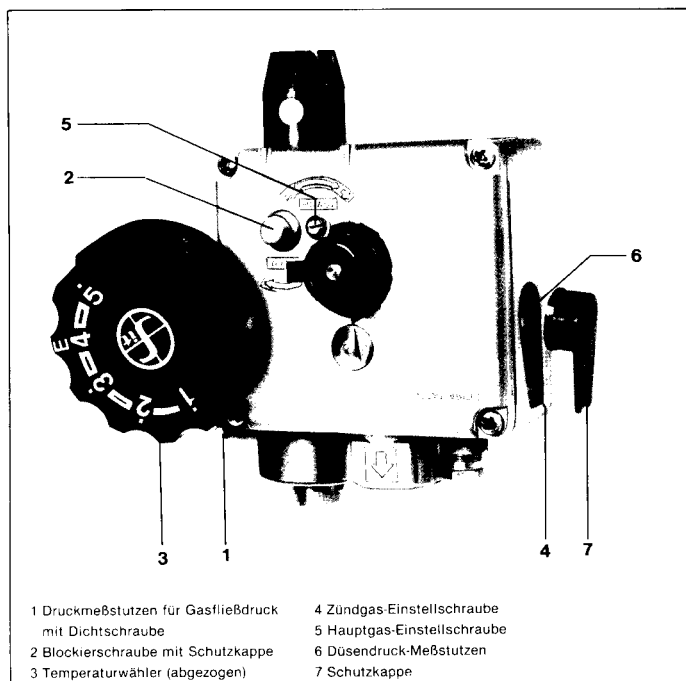

Abb. 5
- Entfernen Sie die Schutzkappe (siehe Bild 5, Pos. 7).
Ist dies nicht der Fall, so ist die Einstellung nach Abnahme der Schutzkappe (siehe Bild 5, Pos. 7) an der Zündgas-Einstellschraube 4 vorzunehmen:
- Abweichungen zwischen -5% und -10% : Durchflußmenge an der Hauptgas-Einstellschraube (siehe Bild 5, Pos. 5) nachstellen.
- Schutzkappe (siehe Bild 5, Pos. 7) wieder anbringen sowie den Temperaturwähler (3) aufstecken.
- Dichtschaube vor dem Druckmeßstutzen (siehe Bild 5, Pos. 1) lösen.
- U-Rohr-Manometer am Druckmeßstutzen (1) anschließen.
- Dichtschaube am Druckmeßstutzen (1) festdrehen.
- Hauptgas-Einstellschraube (5) versiegeln.
Temperaturwähler (Abb. 5, Pos. 3) und Schutzkappe (2) abziehen und Druckregler-Blockierschraube im Uhrzeigersinn eindrehen bis ein wiederkehrendes leichtes Knackgeräusch zu hören ist (kein Anschlag). Zündgaseinstellschraube (4) voll öffnen.
Temperaturwähler (Abb. 5, Pos. 3) und Schutzkappe (2) abziehen; Druckregler-Blockierschraube entgegen dem Uhrzeigersinn bis zum Anschlag drehen, entsprechend Kapitel 11 den Gas-Vorratswasserheizer gasseitig einstellen und Abdeckblech (Abb. 6, Pos. a) entfernen.